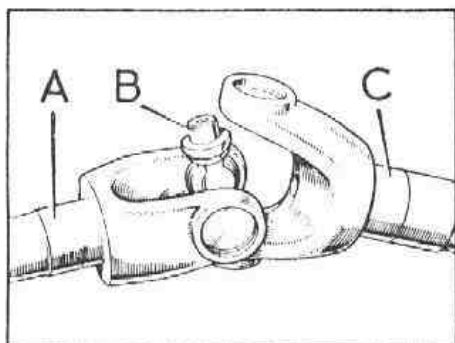

Fig. F-22 Desmontaje de la sección exterior del semieje
- 1.5. Separar las dos secciones del semieje (Fig. F-22).